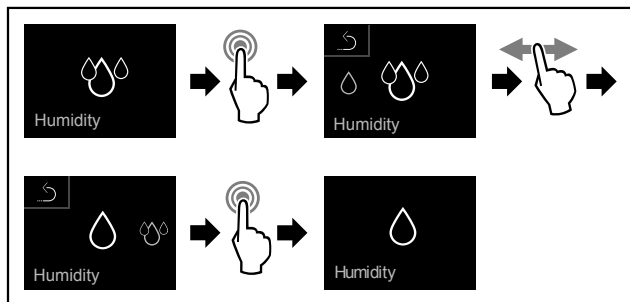

Fig. 70
- ▶ Obavite korake postupka (pogledajte Fig. 70) .